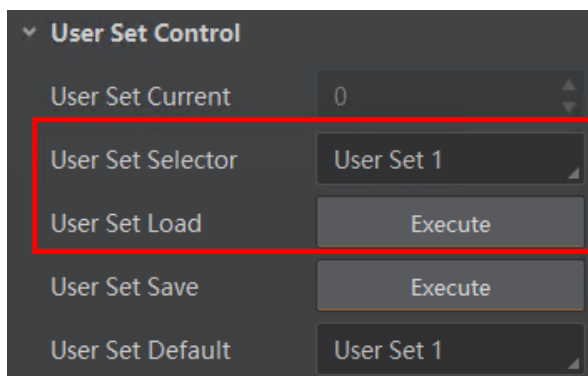

图8-19 加载参数设置
- 加载参数：在连接设备但不预览时，可对设备进行加载参数的操作。通过 *User Set Selector* 参数下拉选择其中一套参数，点击 *User Set Load* 处的 “Execute”，即可将选择的一套参数加载到相机中，如图 8-19 所示。